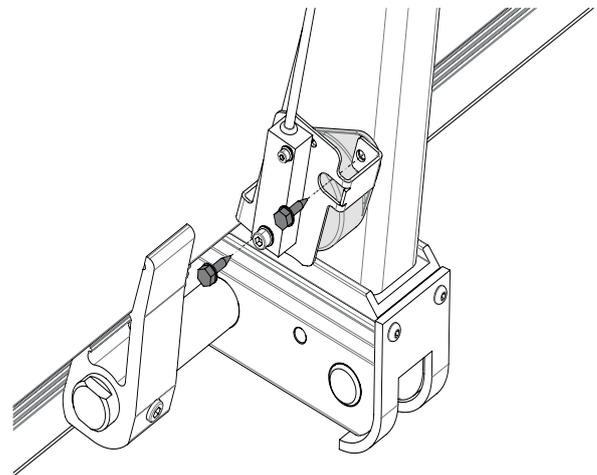
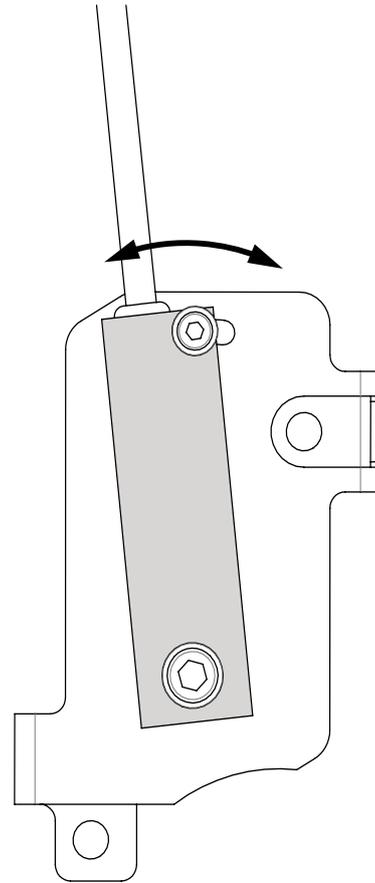

Abbildung 30. Den Winkelsensor IFM mit der mitgelieferten Halterung über dem runden Winkelsensor montieren.
Abbildung 32. Einstellen des Winkelsensors.
2. Den Winkelsensor IFM und die mitgelieferte Halterung mit den mitgelieferten Schrauben über dem runden Winkelsensor montieren. Siehe Abbildung 30.
2. Wenn der Winkel -10 Grad nicht entspricht: Die beiden Schrauben, mit denen der IMF-Winkelsensor befestigt ist, lösen, ohne sie zu entfernen. Siehe Abbildung 32 Abbildung 30.
3. Den Winkelsensor justieren und die Schrauben anziehen. Siehe Abbildung 32. Punkt 1 bis 3 wiederholen, bis die Plattform bei -10 Grad stoppt.